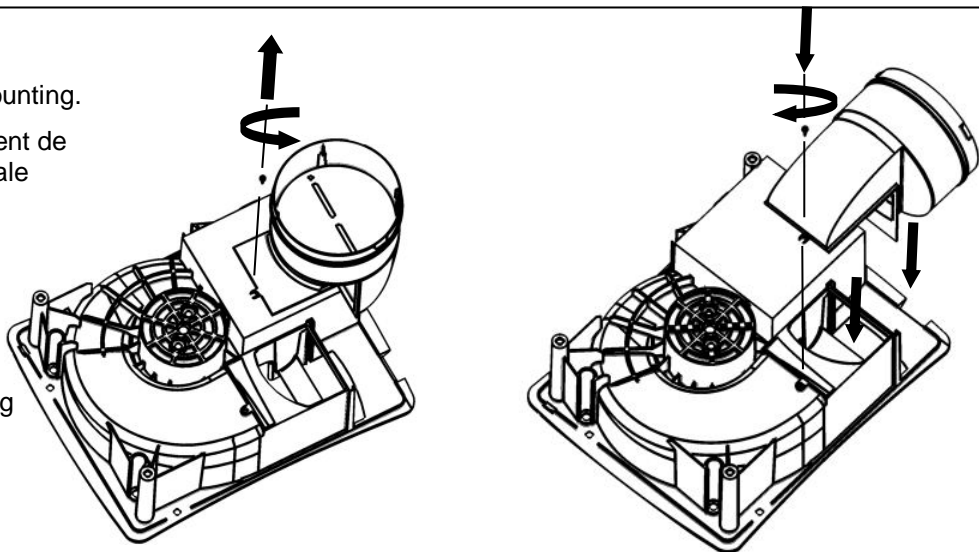

Fig.5.
4. Verwijder de ommanteling en schroef de meegeleverde schroef volledig door de flens van de basisbehuizing. Bevestig dan de 3 meegeleverde paneelclips (fig. 5) en schroef ze zover vast dat ze blijven zitten (zorg voor voldoende ruimte voor de dikte van het paneel).